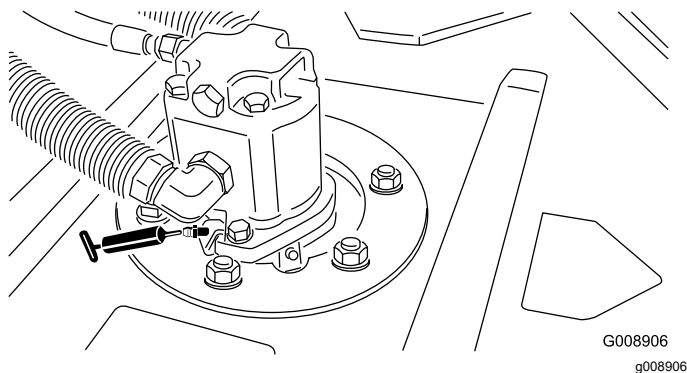

Figura 41
- 2 (per apparato di taglio) cuscinetti dell'asse del fusello dell'apparato di taglio (Figura 41)